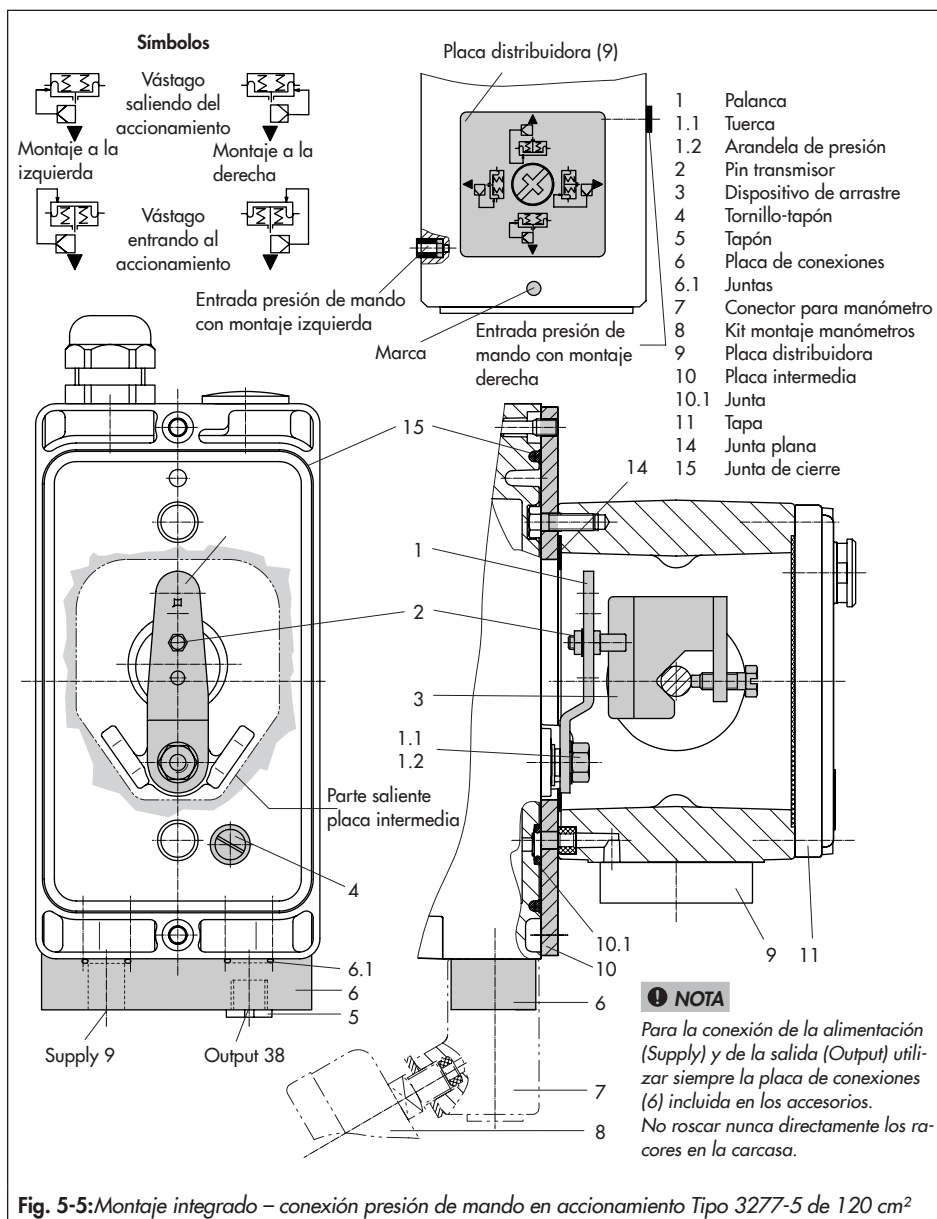

Fig. 5-5: Montaje integrado – conexión presión de mando en accionamiento Tipo 3277-5 de 120 cm²
Accionamiento de 120 cm² (ver Fig. 5-5)
4. Fijar la placa intermedia (10) con la parte saliente más estrecha (Fig. 5-5 izq.) hacia la conexión de la presión de mando, la junta plana (14) tiene que quedar del lado del puente del accionamiento.
5. **Carrera 15 mm:** el pin (2) de la palanca M (1) en la parte posterior del posicionador se deja en la posición 35 (estándar).